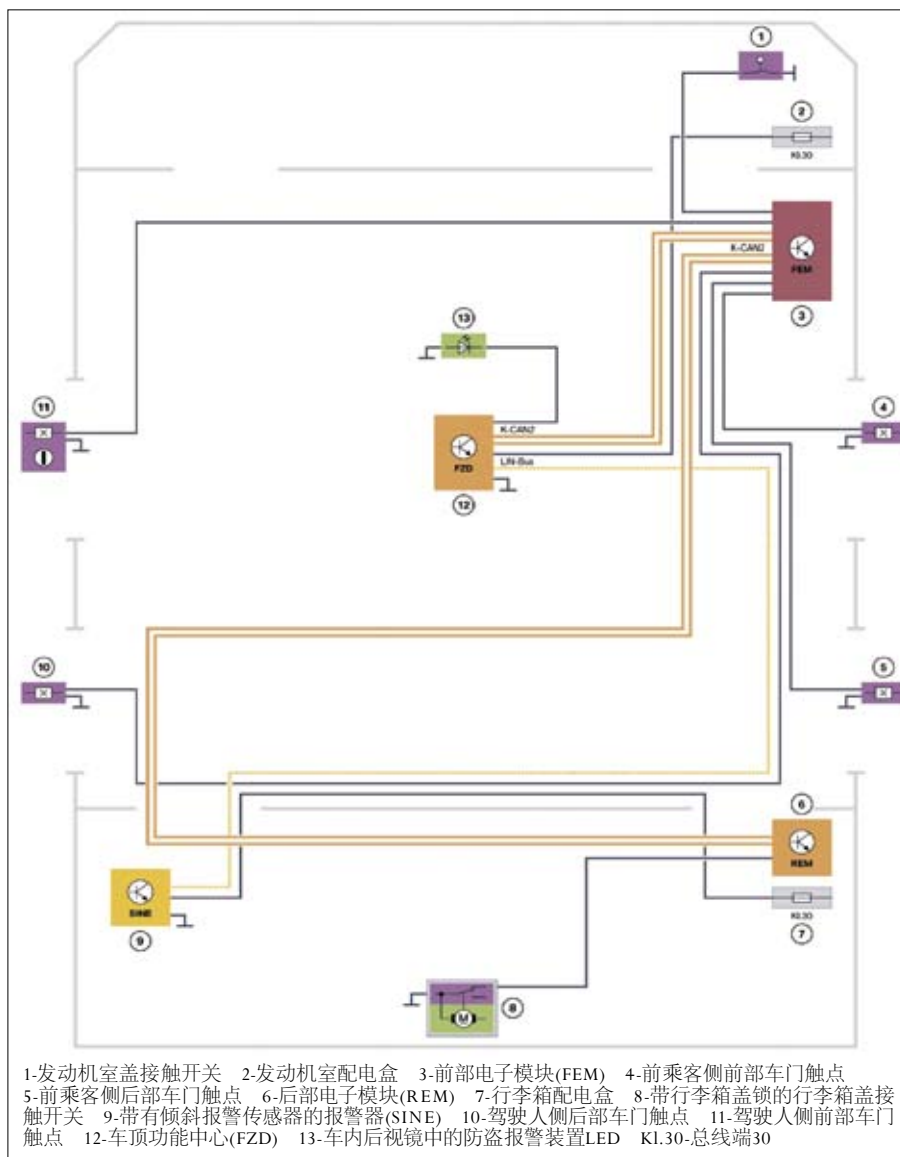

图20 F30平台防盗报警装置电路图
F30平台防盗报警装置电路图如图20所示,防盗报警装置系统监控下列部件的状态:①车门触点,来自FEM;②发动机室盖接触开关,来自FEM;③行李箱盖接触开关,来自REM。一旦状态变化,超声波车内运动监测器(USIS)的控制装置将通过K-CAN2收到相应信号,如果防盗报警装置启动将触发警报。(未完待续)